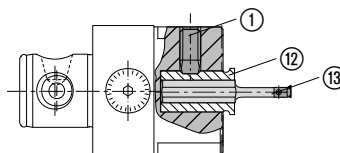

Bild 7
Zur Befestigung der Reduzierbuchsen ⑫ für die Aufnahme kleiner Drehmeißel ⑬ aus HSS und Hartmetall sowie kleiner Klemmhalter mit Wendeschneidplatten ⑬ wird der Gewindestift ① im Schieber fixiert. Anziehdrehmoment 8 Nm (Bild 7).